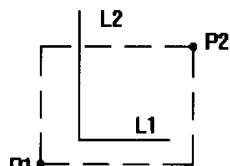

图 1-2
2. 用窗口方式选取 窗口选取方式有两种: “W”窗口及“C”窗口。其差别在于“W”窗口要求所选物体必须完全处于窗口内, 才被选中; 而“C”窗口则不然, 它不仅能选中窗口内的目标而且还能选中与窗口边界交叉的目标。如图1-2所示, 同样都由对角顶点P1和P2构成的窗口, 当窗口定义为“W”时, 完全位于窗口内的线L1被选中, L2则未被选中; 而当窗口定义为“C”时, L1和部分位于窗口内的L2都被选中了。窗口的大小由两对角顶点坐标来确定。
第一角点:	用鼠标拾取图1-2中P1点
另一角点:	用鼠标拾取图1-2中P2点